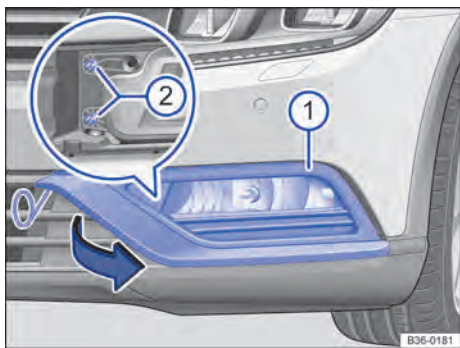

Fig. 236 No para-choque dianteiro à esquerda: lanterna para luz de neblina e farol de rodagem diurna.
2. Introduzir o gancho extrator das ferramentas de bordo → Página 293 no entalhe conforme mostrado e puxar a cobertura → Fig. 236 ⓘ com o gancho extrator para frente no sentido da seta.
3. Remover os parafusos de fixação do farol → Fig. 236 ⓘ com a chave de fenda.
12. Introduzir os parafusos de fixação do farol → Fig. 236 ⓘ.
13. Recolocar a cobertura → Fig. 236 ⓘ novamente no para-choque e travar. ▶